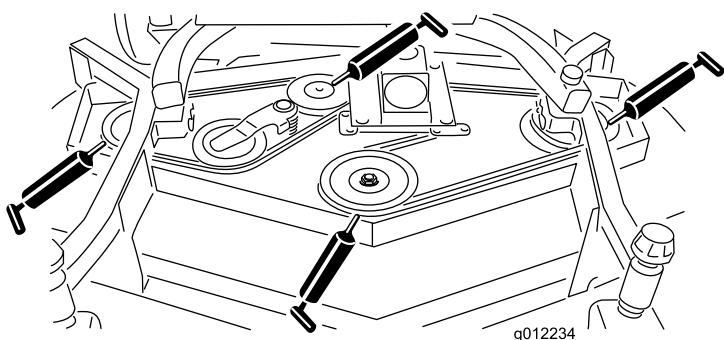

Figura 20
- Cuscinetti (3) dell'asse del perno (situati sotto la puleggia) (Figura 20)
- Cuscinetti dell'asse della leva di rinvio (Figura 20)